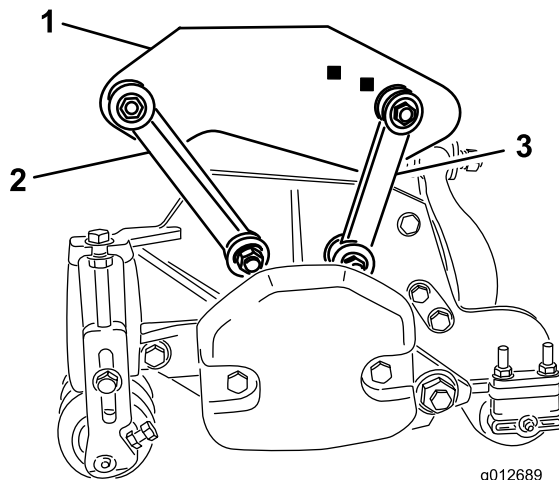

Figura 19
- Sujete los acoplamientos de montaje delanteros a los taladros de los bastidores de tiro con un perno (3/8 x 2-1/4 pulg), 2 arandelas planas y una contratuerca, según se muestra en Figura 19. Coloque una arandela en cada lado del
- Sujete los acoplamientos de montaje traseros a los taladros de los bastidores de tiro traseros con un perno (3/8 x 2-1/4 pulg), 2 arandelas planas y una contratuerca, según se muestra en Figura 19. Coloque una arandela en cada lado del acoplamiento al montarlo. Apriete los herrajes a 42 Nm.